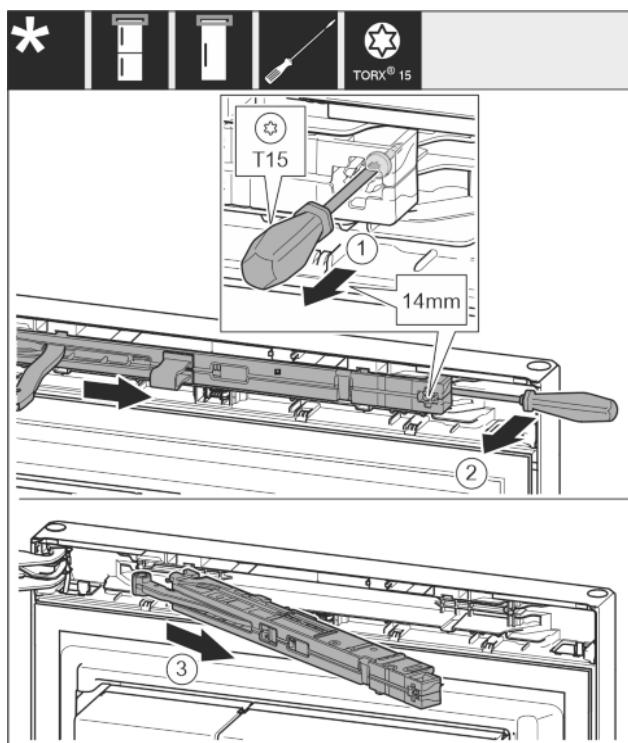

Fig. 9
- ▶ Odvijačem T15 otpustite vijak na jedinici prigušivača zatvaranja oko 14 mm. Fig. 9 (1)
- ▶ Umetnite odvijač na strani prianjanja iza jedinice prigušivača zatvaranja i okrenite prema naprijed. Fig. 9 (2)
- ▶ Izvucite jedinicu prigušivača zatvaranja. Fig. 9 (3)